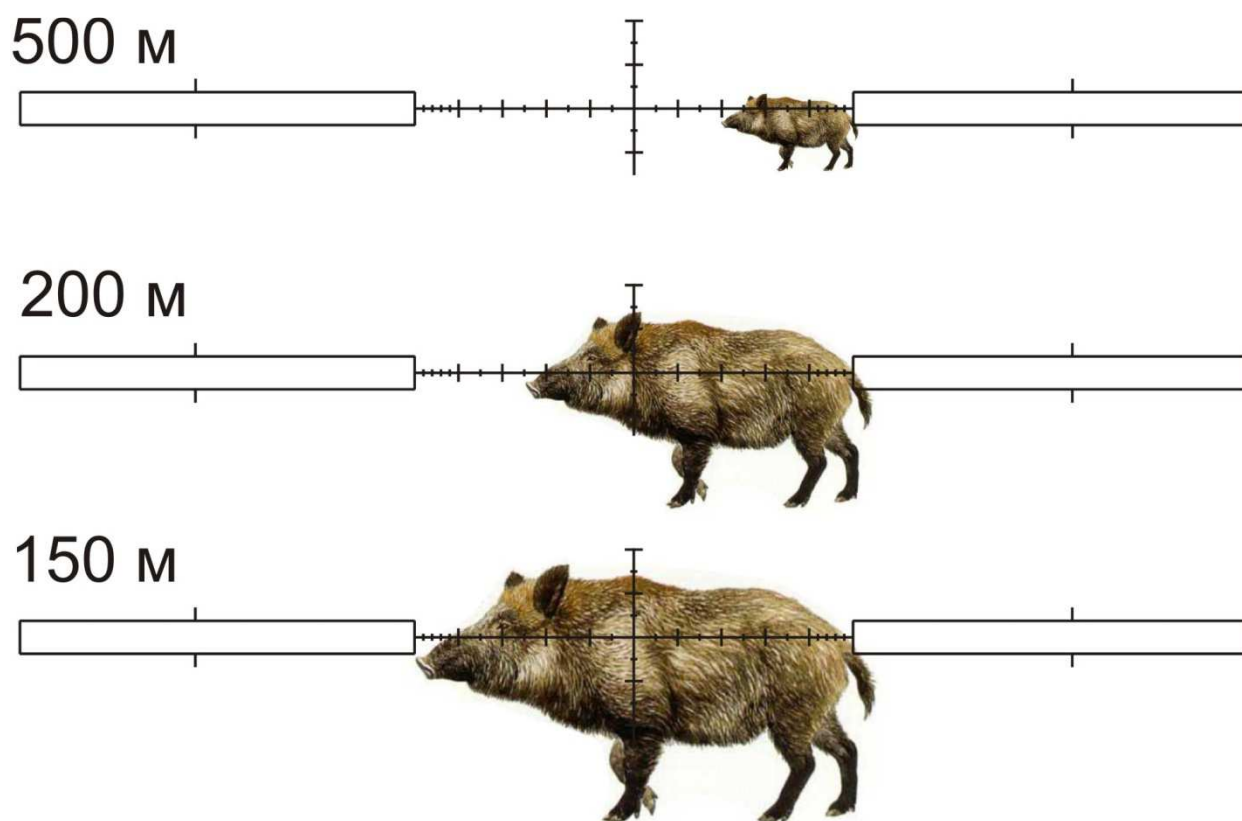

Рис. 3. (см. также таблицу 6)
- 3) Поместите перекрестье прицела так, чтобы одна сторона цели оказалась на риске Mil Dot (см. рис. 3),
На рис. 3 представлен пример оценки расстояния до кабана трофейной длины 1.5 м по сетке Mil Dot.
(*) – смотри соответствие на рис. 3.